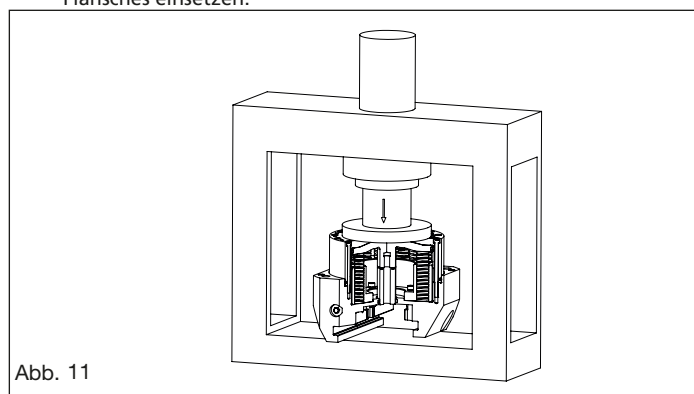

Abb. 11
- 1) Abdeckungen (8) entfernen und Schrauben entfernen (10 und 19)
- 2) Obere Abdeckplatte entfernen (5) und Schrauben entfernen (20)
- 3) Schrauben, Nutensteine und Frontabdeckung (7) entfernen
- 4) Schrauben (17) entfernen, Keilstange (2) lösen und Grundbacken (3) entnehmen **ACHTUNG – VORSICHTIG – WARNUNG FEDERN SIND VORGESpanNT**
- 6) Den Kraftspanner unter Druck wie in Abbildung 11 dargestellt setzen; den Deckel (13) halten. Darauf achten, dass die erforderliche Axialkraft groß genug ist, um die Vorspannkraft der Federn zu überbrücken (siehe hierzu die Werte in unten stehender Tabelle).
ACHTUNG: Nicht die Schrauben (18 und 38) die mit dem Hinweis „GEFAHR- NICHT DIESE SCHRAUBE ENTFERNEN“ markiert sind, lösen, wenn der Kraftspanner nicht wie in Abbildung 11 dargestellt, unter Vorspannung gesetzt wird
- 1) Dichtung (30) in den Sitz des Grundkörpers (1) einsetzen
- 2) Abdeckung (10) auf dem Grundkörper montieren (1) mit den Schrauben (23) und den Unterlegscheiben (28)
- 3) Dichtung (33) auf den Distanzring(9) kleben
- 4) Zylinderstifte (35), Dichtungen (31), Federn (36 und 37) und Distanzring (9) in die vorgesehenen Sitze des Grundkörpers (1) einsetzen
- 5) Montage der Dichtung (29) und den Schrauben (21) im Deckel (13)
- 6) Dichtung (32) im Kolbensitz (4) einsetzen
- 7) Kolben (4) in Flansch (13) einsetzen, nachdem die Kolbengruppe und der Flansch mit den Federn (36) im Gehäuse (1) einsetzen
- 8) Den Flansch (13) rotieren, bis er in einer Flucht zum Referenzstift (35) ist
- 9) Setzen sie 2 gekürzte Gewindestangen (M4 für TV100, M5 für TV160, M6 für TV200, M8 für TV250) unter ca. 180° zwischen die Befestigungsbohrungen des Flansches (13) und schrauben sie diese in den Grundkörper (1). Dies dient zur radialen Orientierung des Flansches (13) und des Grundkörpers (1)
- 10) Den Kraftspanner mittels Axialkraft beaufschlagen und Federn beaufschlagen, so dass der Deckel und das Gehäuse einen Abstand von 2-3mm haben (siehe Abbildung 11)
- 11) Alle Schrauben (18 und 38) in die vorgesehenen Bohrungen (27) einsetzen und unter Druck den Flansch (13) in die Aussparung des Gehäuses (1) einsetzen und den Zylinderstift (35) in die Bohrung des Flansches einsetzen.
- 7) Den Kraftspanner unter Druck wie in Abbildung 11 dargestellt setzen; den Deckel (13) halten. Darauf achten, dass die erforderliche Axialkraft groß genug ist, um die Vorspannkraft der Federn zu überbrücken (siehe hierzu die Werte in unten stehender Tabelle)
- 1) Dichtung (32) in den Sitz des Grundkörpers (1) einsetzen
- 2) Abdeckung (12) auf dem Grundkörper montieren (1) mit den Schrauben (23) und den Unterlegscheiben (30)
- 3) Dichtung (35) auf den Distanzring (10) kleben
- 4) Zylinderstifte (37), Dichtungen (33), Federn (38 und 40) und Distanzring (9) in die vorgesehenen Sitze des Grundkörpers (1) einsetzen
- 5) Montage der Dichtung (31) und den Schrauben (22) im Flansch (15)
- 6) Dichtung (34) im Kolbensitz (5) einsetzen
- 7) Kolben (5) in Flansch (13) einsetzen, nachdem die Kolbengruppe und der Flansch mit den Federn (38) im Gehäuse (1) einsetzen
- 8) Den Flansch (15) rotieren, bis er in einer Flucht zum Referenzstift (37) ist
- 9) Setzen sie 2 gekürzte Gewindestangen unter ca. 180° zwischen die Befestigungsbohrungen des Flansches (15) und schrauben sie diese in den Grundkörper (1). Dies dient zur radialen Orientierung des Flansches (15) und des Grundkörpers (1).
- 10) Den Kraftspanner mittels Axialkraft beaufschlagen und Federn beaufschlagen, so dass der Deckel und das Gehäuse einen Abstand von 2-3mm haben (siehe Abbildung 11).
- 11) Alle Schrauben (19 und 41) in die vorgesehenen Bohrungen (29) einsetzen und unter Druck den Flansch (15) in die Aussparung des Gehäuses (1) einsetzen und den Zylinderstift (37) in die Bohrung des Flansches einsetzen.
ACHTUNG: Nicht die Schrauben (19 und 41) die mit dem Hinweis „GEFAHR- NICHT DIESE SCHRAUBE ENTFERNEN“ markiert sind, lösen, wenn der Kraftspanner nicht wie in Abbildung 11 dargestellt, unter Vorspannung gesetzt wird